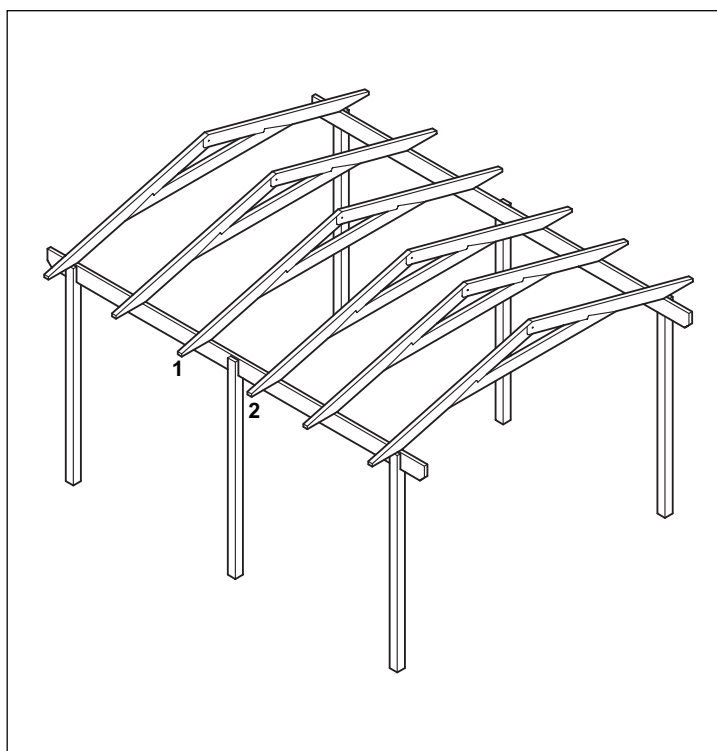

Fig. 4
- Procedere nel modo indicato nei paragrafi precedenti fino al punto rappresentato (Fig. 4).